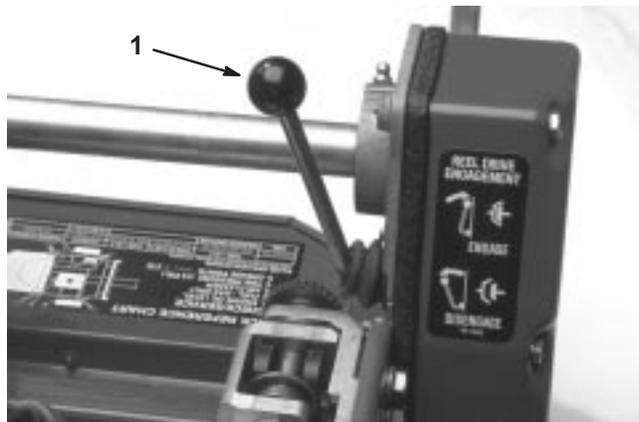

Bild 21
Spindeltriebshebel (Bild 21)
1. Achten Sie darauf, dass sich die Fahrtriebshebel (Bild 20) und der Spindeltriebshebel (Bild 21) in der Stellung "Deaktiviert" befinden.